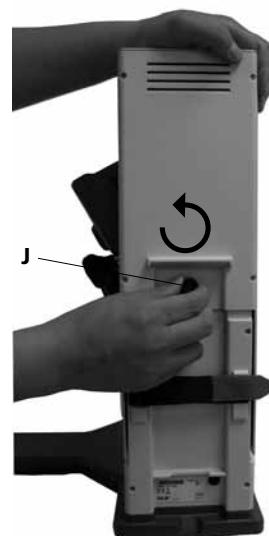

Fig. 8
2) Удалите транспортировочный фиксатор (Fig.8)